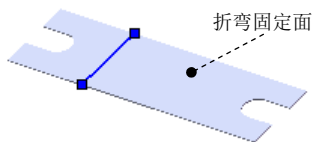

图 7.3.5 折弯固定面
- ☒ 使用默认半径(U) 复选框: 该复选框默认为选中状态，取消该选项后才可以对折弯半径进行编辑。
Step5. 定义折弯固定面。在图 7.3.5 所示的位置处单击，确定折弯固定面。